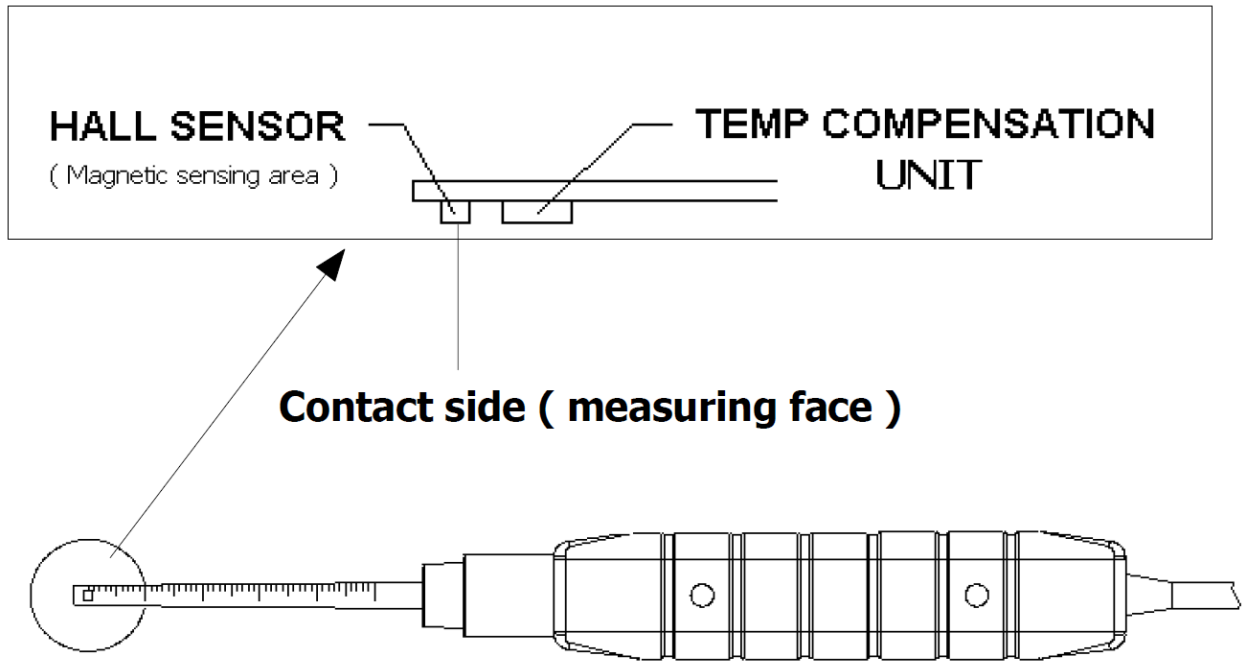

Abbildung 4
- 4) Berühren und umschließen sie das zu testende Material mit dem Sensorkopf (Abb. 4). Das Display zeigt die Magnetfeld Stärke in der gewählten Einheit (mT, G) an.